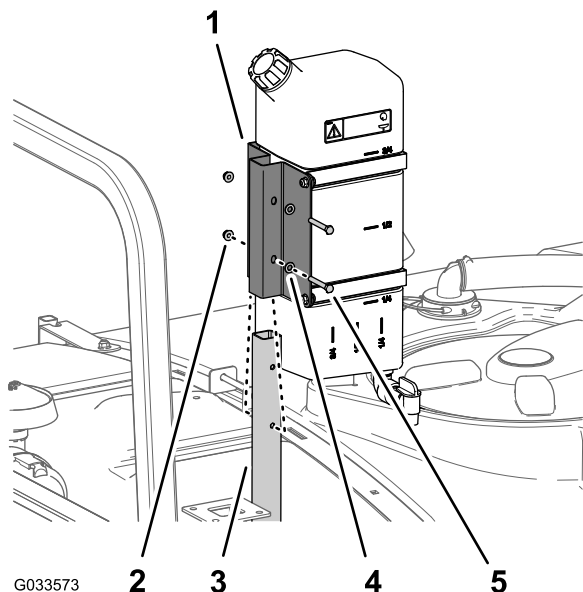

Figura 47
1. Monte el depósito de agua limpia y el soporte en el tubo de sujeción con 2 pernos (5/16" x 2¼") y 2 contratueras con arandela prensada (5/16"), tal y como se muestra en la Figura 47.